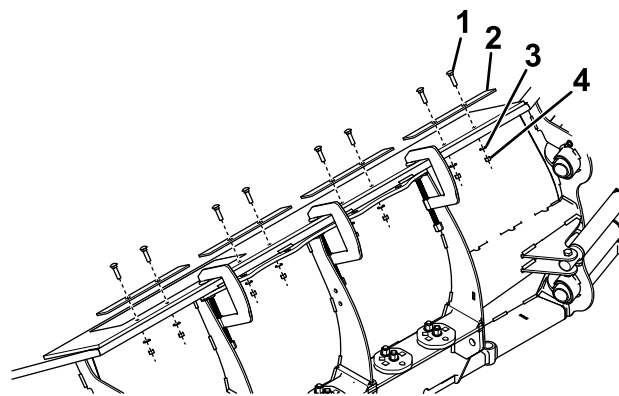

Figura 12
Nota: Si su pala no tiene taladros para usar como guía, utilice la Figura 12 como guía para la perforación.
- Sujete 4 pletinas cuadradas a los taladros de la banda larga usando 8 pernos de cuello cuadrado (5/16"), 8 arandelas (5/16"), y 8 contratruercas de nylon (5/16"), como se muestra en la Figura 12.